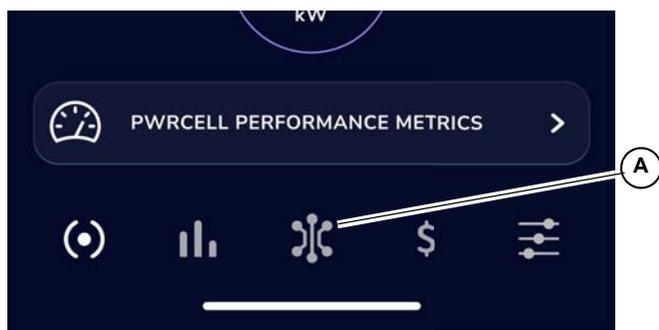

Figura 3-1. Icono de la lista de circuitos
Una vez registrado el PWRmanager, se añadirá una nueva pantalla en la aplicación. Para ver esa pantalla, pulse en el icono de la lista de circuitos en el centro de la barra de navegación (A). Consulte la Figura 3-1.